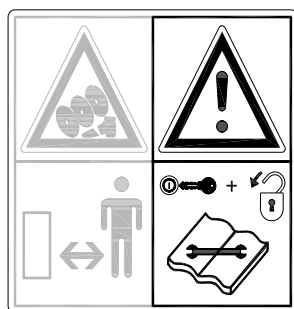
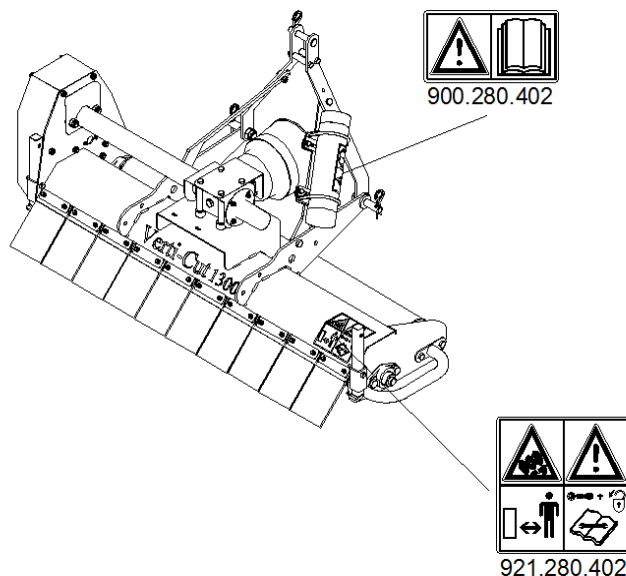

Fig. 2
Fig. 5
Em manutenções, ajustamentos e reparações **desligar sempre o motor do trator e tirar as chaves do trator do contacto e desconecte o PTO (tomada de força).** (Fig. 2)
Em ambos os lados da Verti-Cut estão (Fig. 5) etiquetas de segurança (Fig. 2,3,4) com o significado idêntico. Estas etiquetas de segurança têm de estar sempre bem visíveis e legíveis, e se estes estiverem danificados têm de ser substituídos.
(7) Colocação das etiquetas de segurança. (Fig. 5)